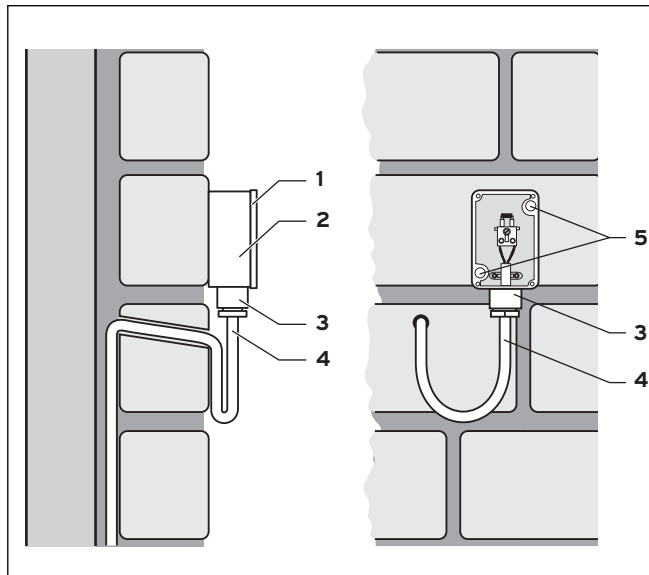

Fig. 4.2 Montering af udeføleren VRC 693
- ⇒ Slut tilslutningskablet til klemmerne på udeføleren i henhold til fig. 4.2.